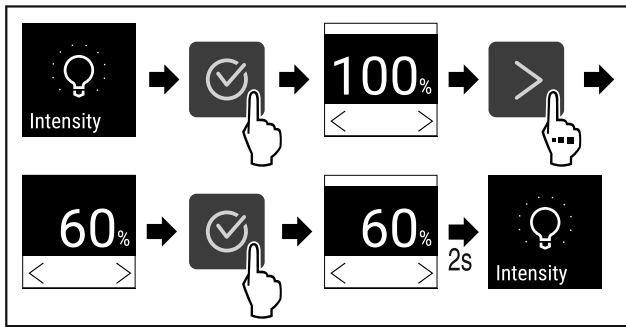

Fig. 71
- Suivre les étapes (voir Fig. 71).